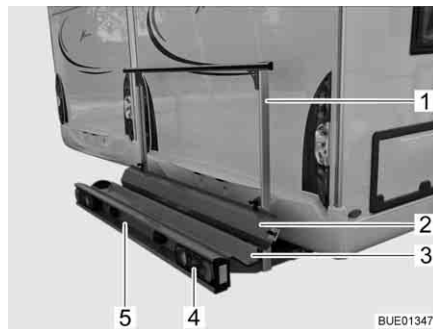
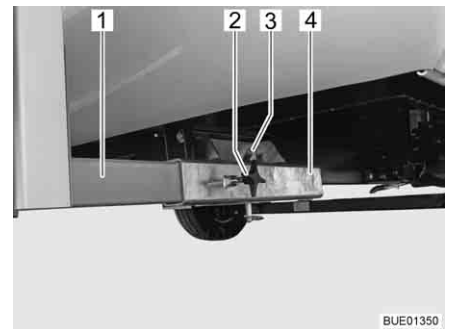

Fig. 5 Soporte para cargas
Fig. 6 Dispositivo de fijación en el vehículo
El soporte para cargas (Fig. 5) permite llevar una motocicleta o un escúter con un peso de hasta 130 kg.
- Cubeta portadora (Fig. 5,3) y estribo de sujeción (Fig. 5,1) con dispositivo de fijación en el vehículo (Fig. 6)
- Luces traseras (Fig. 5,4)
- Luz de matrícula (Fig. 5,5)
- Riel de subida (Fig. 5,2)
Los dos soportes longitudinales (Fig. 6,1) del soporte para cargas están fijados con tornillos de torniquete (Fig. 6,2) en los alojamientos cuadrados (Fig. 6,4) en el piso del vehículo. El soporte para cargas está asegurado mediante un perno (Fig. 6,3) con anillo de retención.